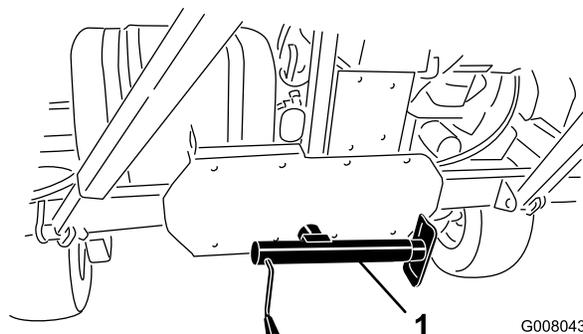

図 17
4. ジャッキを床面に降ろして、機体を支える (図 17)。